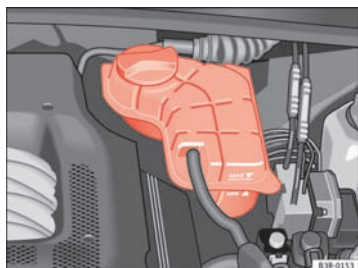

Fig. 181 Compartiment-moteur : vase d'expansion du liquide de refroidissement
- Contrôlez le niveau de liquide de refroidissement dans le vase d'expansion ⇒ fig. 181. Il doit se situer entre les repères « min » et « max » lorsque le moteur est froid. Lorsque le moteur est chaud, il peut se situer légèrement au-dessus du niveau « max ».
- Couvrez le bouchon du vase d'expansion avec un chiffon ⇒ fig. 181 et dévissez-le en le tournant **avec précaution** vers la gauche ⇒ ⚠.